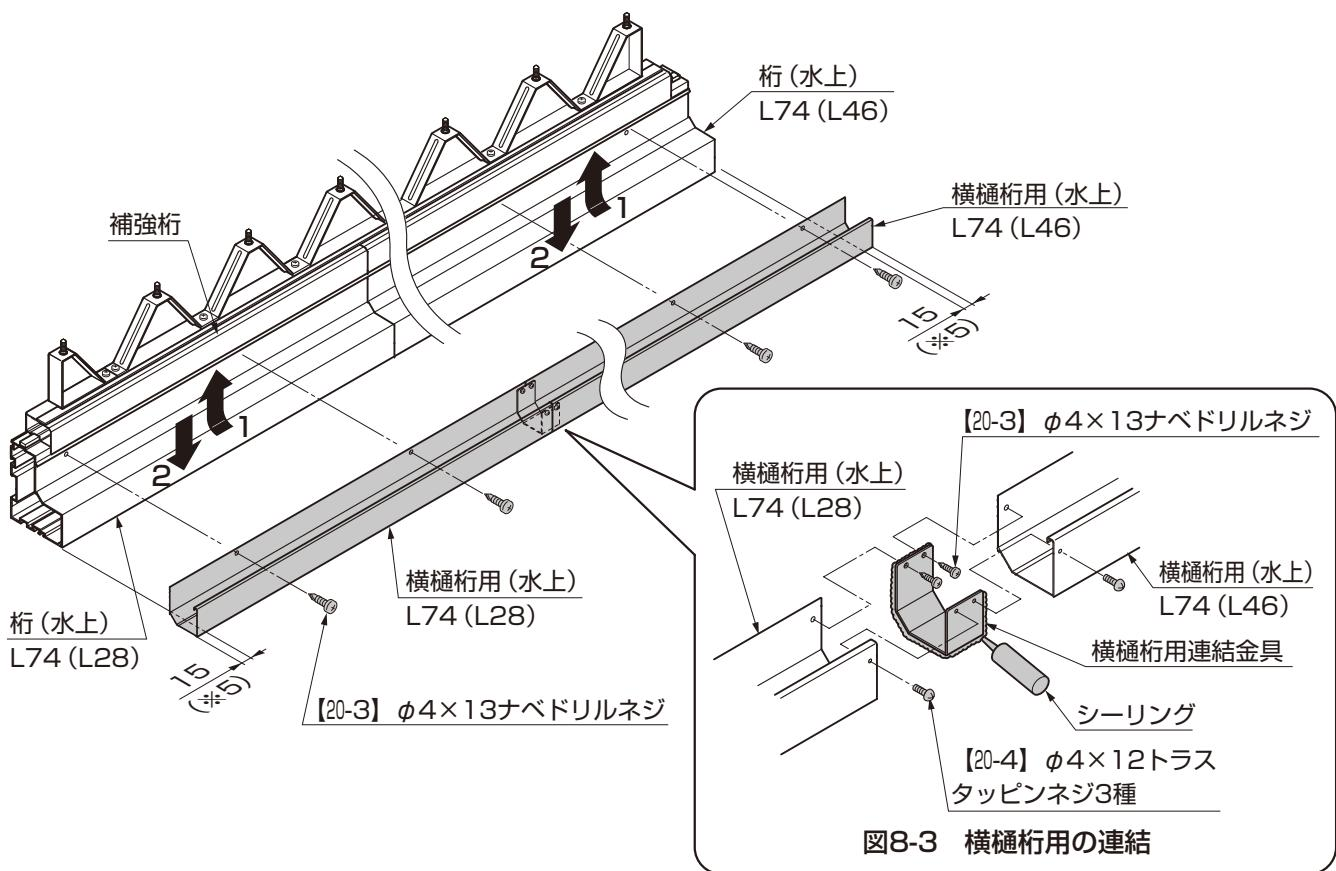

図8-3 横樋桁用の連結
②横（水上）に【20-3】で横樋用を取付けてください。（図8-3参照）
●横樋用連結金具と横樋用の接触部分にシーリングをしてください。（図8-3参照）